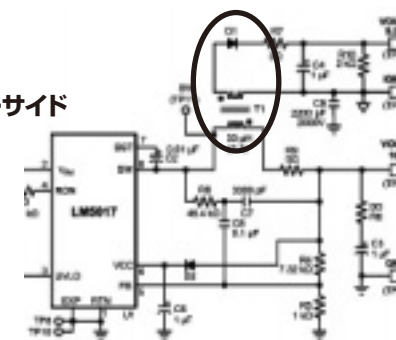

図1
- 高耐圧入力で絶縁型電源が必要な医療機器、通信インフラ機器また絶縁電源モジュールでの2次側への電源供給としても応用可能。(図1参照) 本アプリ向け評価ボードも提供可能 (LM5017ISOEVAL)。